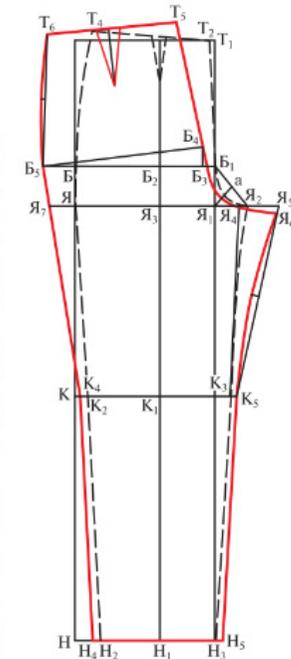

Рис. 6.53. Построение задней половинки брюк
1. *Построение линии низа* (рис. 6.53). Ширину по линии низа отложите симметрично влево и вправо от линии сгиба.
5. Проведите линию талии, соединив точки $Т_5$ и $Т_6$ (рис. 6.53).